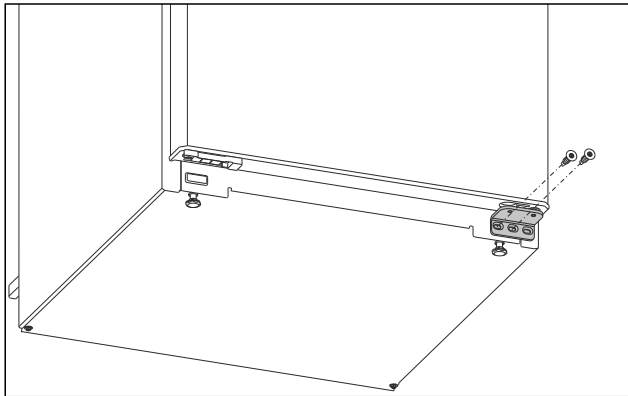

Fig. 4
- Csavarja ki az alsó csapágybakon a középső csavart Torx 20 csavarhúzóval. Fig. 4 ()
- Csavarja ki az alsó csapágybakon a belső csavart Torx 20 csavarhúzóval. Fig. 4 ()